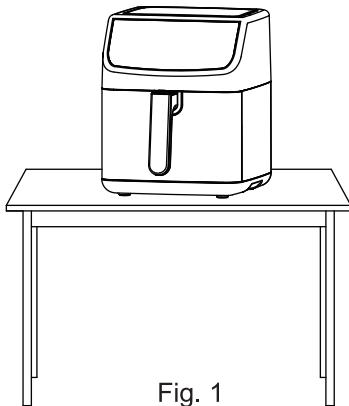
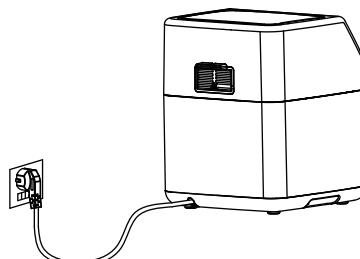

Fig. 1
Fig. 2
1. Le produit doit être posé de manière stable sur le bureau plat (Fig. 1), de sorte que le cordon électrique soit suffisamment longue pour se brancher dans la prise (Fig. 2); l'air ambiant du produit doit être ventilé et il ne peut pas s'approcher de la substance inflammable.